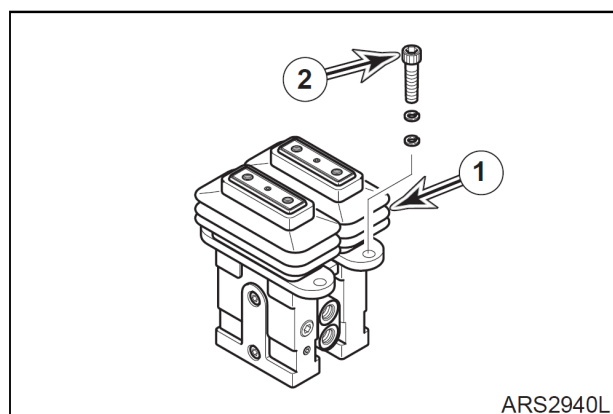

Рис. 8
12. Пометить и отсоединить шланги от клапана педали (1, рис. 8). Необходимо заглушить и закрыть крышками все разъемы для предотвращения загрязнения гидравлической системы или ее компонентов.